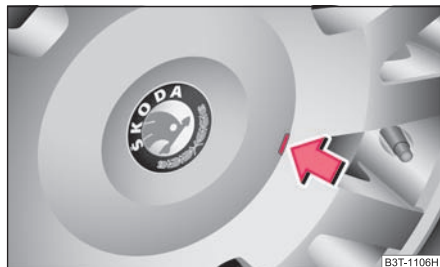

Fig. 218 Retirar el embellecedor de rueda en ruedas de aleación ligera
- Desmonte con cuidado el embellecedor de rueda por medio del estribo de alambre ⇒ fig. 218. ■